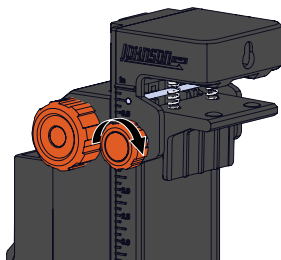

Figure 29
2. Pour fixer l'accessoire de montage sur rail à un rail, tournez le plus petit bouton de réglage pour ouvrir la pince du rail. (Figure 29)